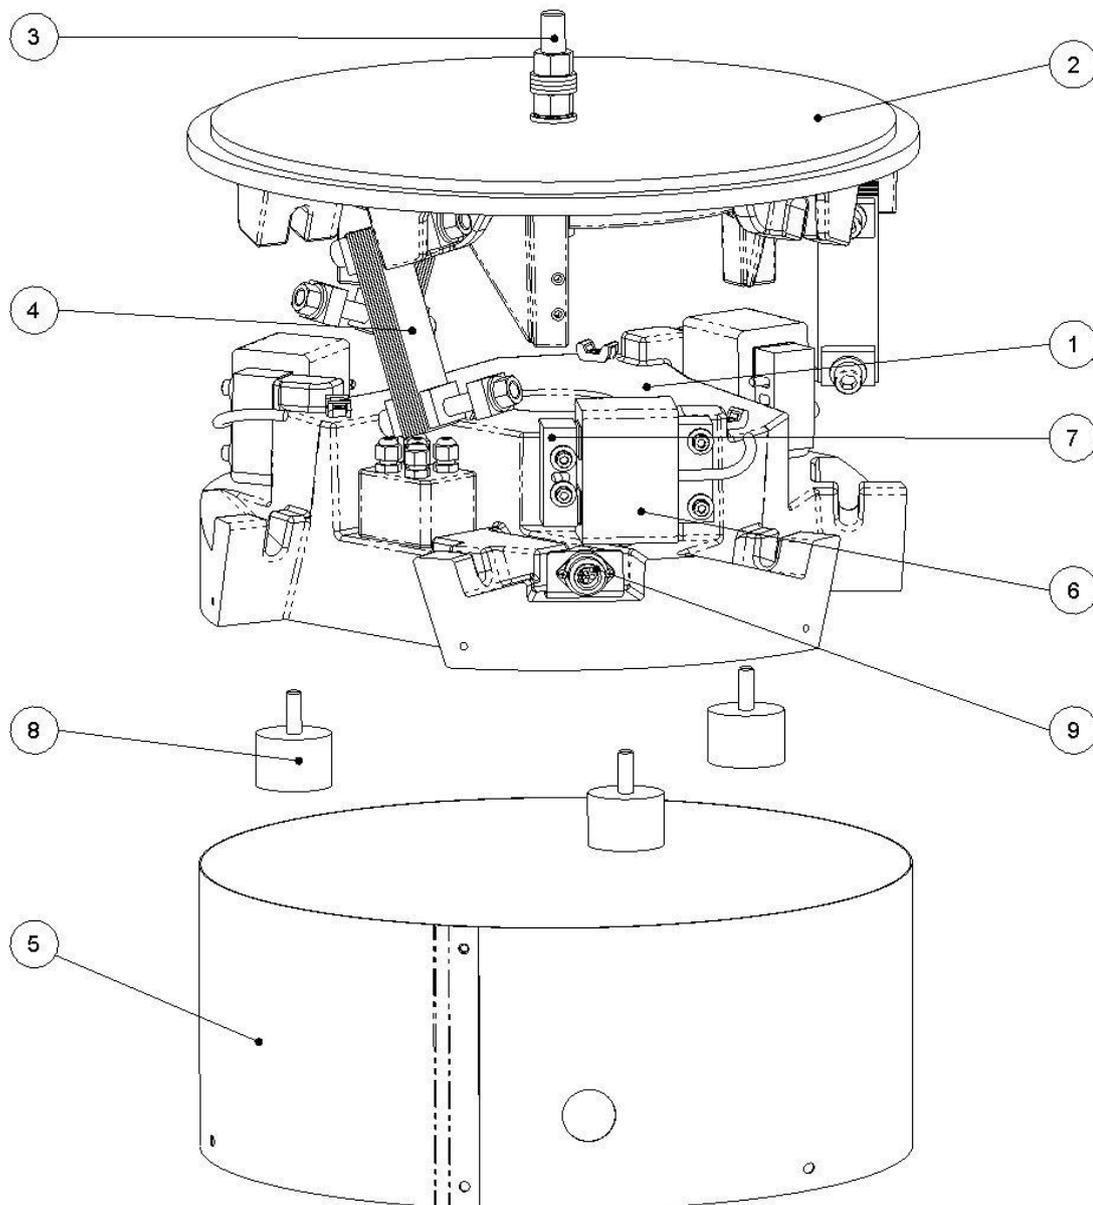

Abb. 5: Übersicht
(→ Abb. 5)
Der Wendelförderer WF 450 kann an der Topfbefestigungsschraube (3) (→ Abb. 5, Seite 21) mittels lieferbarer Ringschraube und einem geeigneten Hebezeug an seinen Einsatzort transportiert werden.